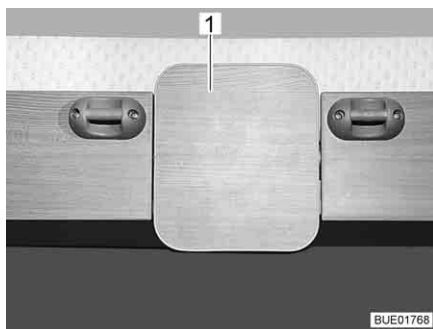

Fig. 81 Surface de déverrouillage
- Tirer sur le bas de la surface de déverrouillage (Fig. 81,1 ou Fig. 82,1) et appuyer sur le bouton de déverrouillage (Fig. 83). Le dispositif de verrouillage est alors débloqué.